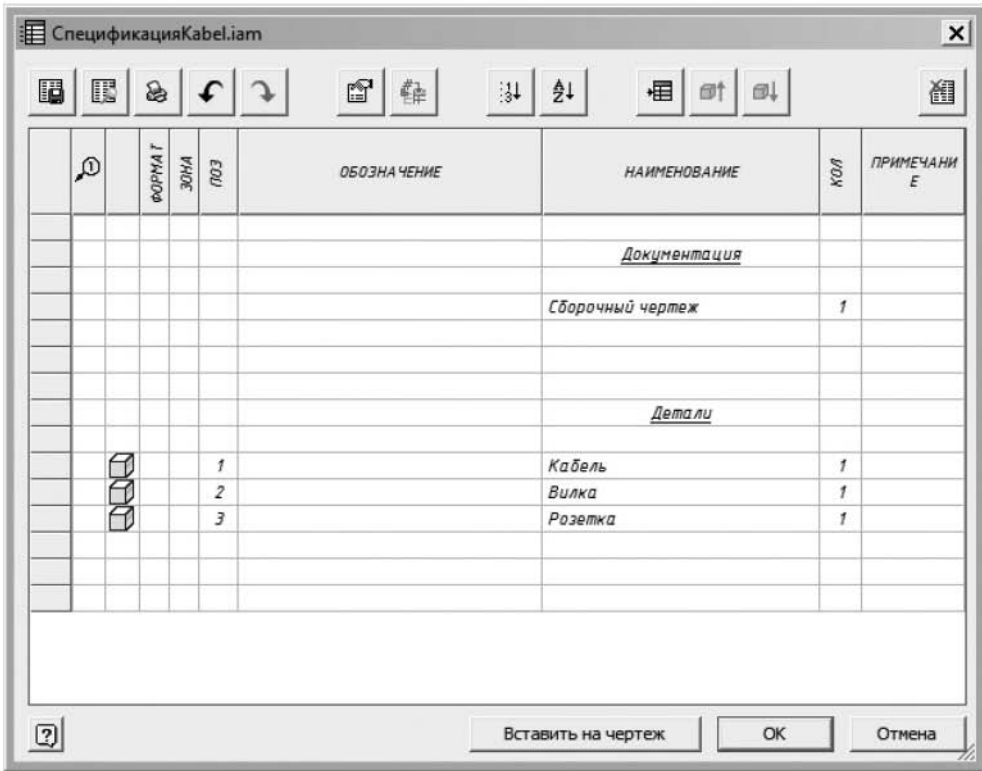

Рис. 9.68. Диалоговое окно Спецификация
- На вкладке Пояснение (ESKD) ленты выберите команду Таблица ► Спецификация  (рис. 9.68). Выберите команду Вставить на чертеж.